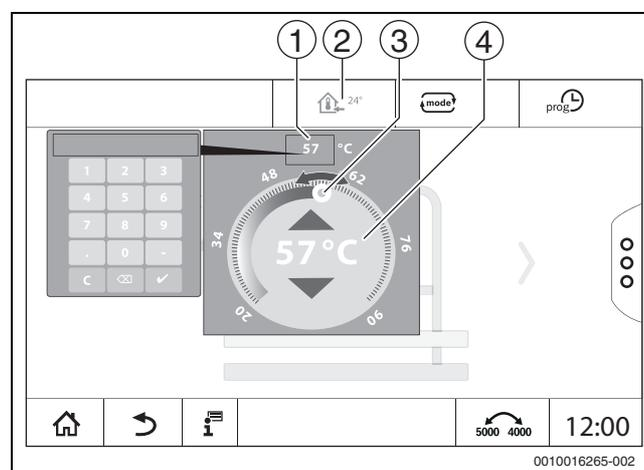

Рис. 19 Настройка температуры (пример)
- ▶ Коснитесь символа температуры (→ рис. 19, [2]).
- ▶ Коснитесь круглого ползунка (→ рис. 19, [3]), и удерживая, передвиньте его до нужного значения температуры. Температура будет отображена в круге.
- ▶ Коснитесь индикатора температуры (→ рис. 19, [1]) и введите значение температуры в открывшемся числовом поле.